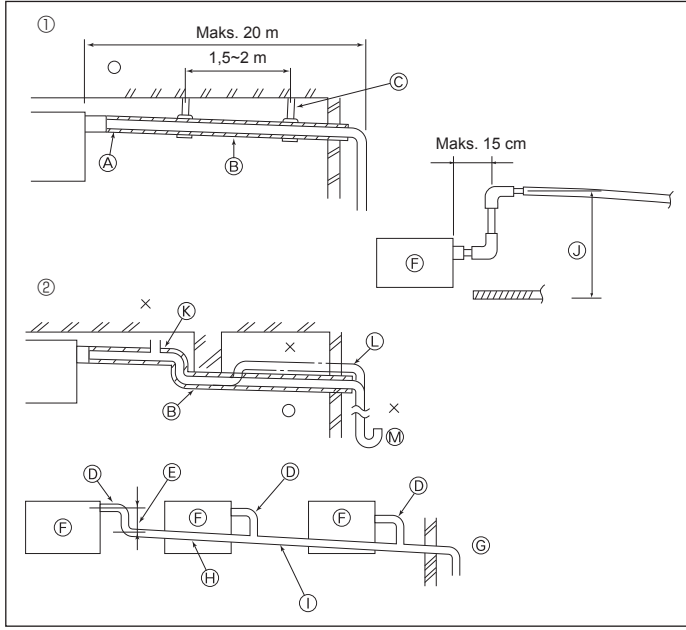

Fig. 3-4
3.4. Drenaj tesisatı işleri (Fig. 3-4)
- ① Doğru boru tesisatı
- ② Yanlış boru tesisatı